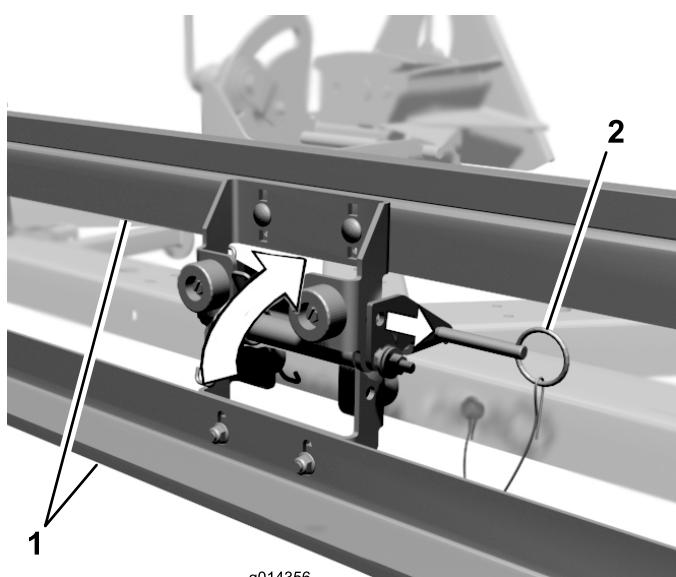

Figura 11
4. Para girar el imán hacia arriba, retire el pasador rápido, gire el imán hacia arriba y vuelva a instalar el pasador rápido (Figura 11). Esto puede hacerse cuando sea necesario retirar residuos del imán.